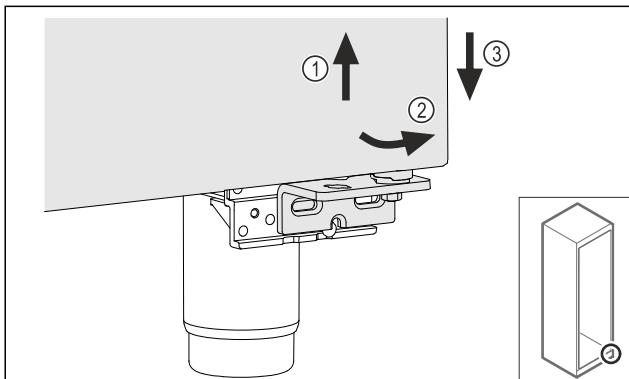

Fig. 21
- Duris šiek tiek kilstelėkite Fig. 21 (1), apačioje paverskite į priekį Fig. 21 (2) ir nuleiskite Fig. 21 (3).